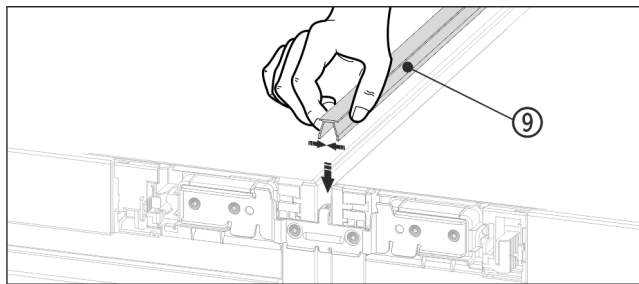

Fig. 19
- Në pjesën e sipërme, ngjishni shiritin mbulues Fig. 19 (9) të shkurtër në hapësirën horizontale.